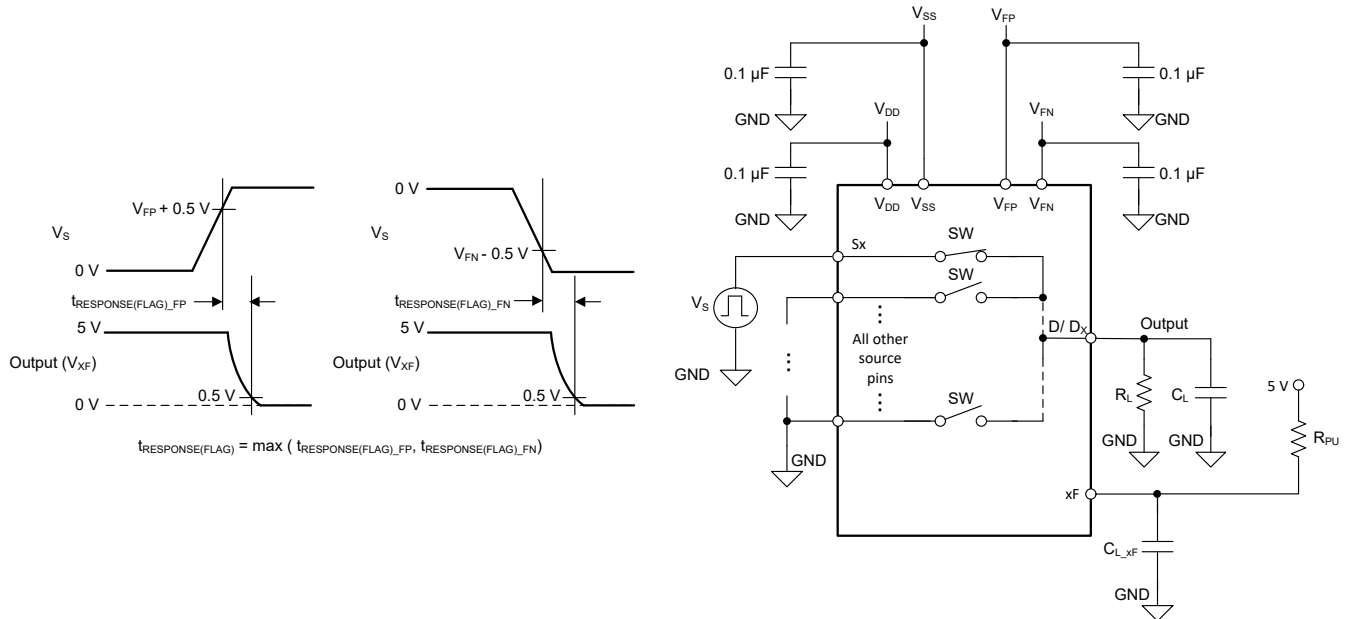

图 8-11. 故障标志响应时间测量设置
故障标志响应时间 ( $t_{\text{RESPONSE(FLAG)}}$ ) 可测量电源电压超出故障电源电压 ( $V_{\text{FP}}$  或  $V_{\text{FN}}$ ) 的值大于  $0.5\text{V}$ ，与通用故障标志 (FF) 引脚或特定故障标志 (SF) 引脚低于其原始值  $10\%$  之间的延迟。图 8-11 展示了用于测量  $t_{\text{RESPONSE(FLAG)}}$  的设置。